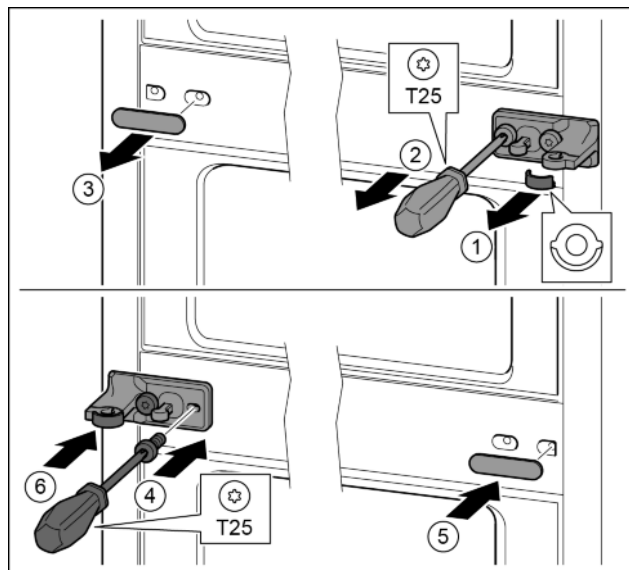

Fig. 14
- Свалете шайбата. Fig. 14 (1)
- С отвертка T25 отвийте винтовете. Fig. 14 (2)
- Свалете внимателно капака. Fig. 14 (3)
- Затегнете здраво от другата страна лагерната стойка с фолио, завъртяна на 180°. Fig. 14 (4)
- Поставете капака, завъртян на 180°, от другата страна. Fig. 14 (5)
- Нахлузете отпред шайбата. Fig. 14 (6)